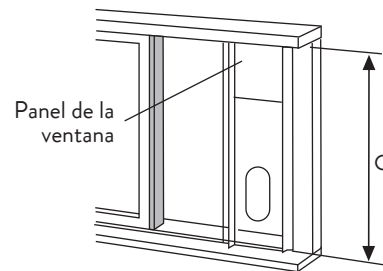

Fig. 9
2. Sujetar el kit deslizador de la ventana a su repisa. Ajustar la longitud de dicho kit de acuerdo al ancho de la ventana, acortar el kit de la ventana ajustable si el ancho de la ventana es menor a 26.5 (Tipo I) o 22.1 (Tipo II) pulgadas. Abrir la hoja de la ventana y colocar el kit deslizador de la ventana en la repisa de la ventana. Fig. 9.